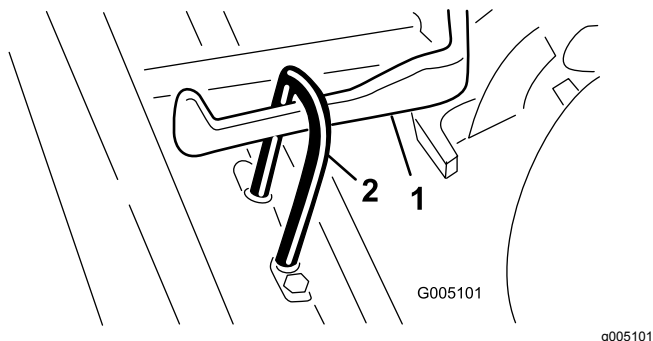

Figura 7
2. Faça deslizar a unidade de corte para debaixo da estrutura de apoio enquanto desliza o gancho de elevação para o braço de elevação (Figura 7).